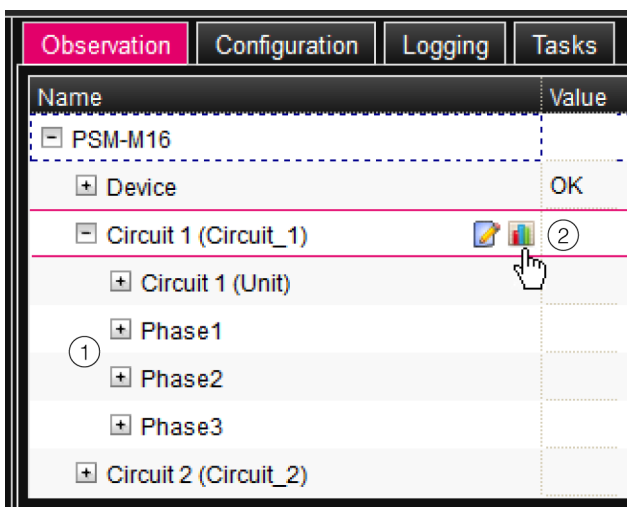

Abb. 7: Baumdarstellung
Wenn nach Anwahl der Ebene „Circuit 1“ die untergeordneten Einträge „Unit“, „Phase 1“ usw. angezeigt werden (Abb. 7, Pos. 1), schalten Sie folgendermaßen auf die Tabellendarstellung um:
- Klicken Sie auf das farbige „Grafik“-Symbol hinter dem Eintrag „Circuit 1“ in Form eines stilisierten Diagramms (Abb. 7, Pos. 2).
Die Anzeige wechselt in die Baumdarstellung (Abb. 7) und Sie können gezielt auf die einzelnen Mess- und Einstellwerte für die Einspeisung 1 zugreifen.